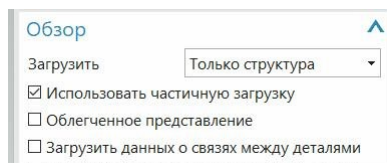

Рис.49
- Речь идет о переключателях, показанных на рис.49.